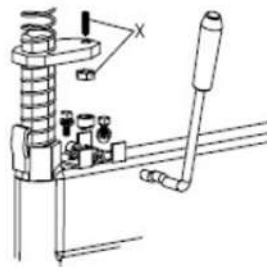

Fig 12
**Aviso:** Se o braço vertical hexagonal não estiver travado ou não atender ao requisito de 2-3 mm da parte inferior do cabeçote de montagem/desmontagem até o aro, ajuste a placa de travamento hexagonal, consulte a Fig. 12 e ajuste o (X).